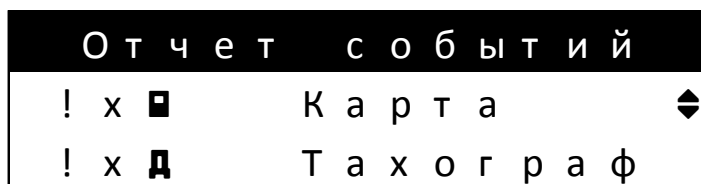

Рисунок 7.1.3 - Окно выбора отчета о событиях и ошибках, сохраненных на карте
7.1.8 Окно выбора отчета о событиях и ошибках, сохраненных на карте (рисунок 7.1.3).